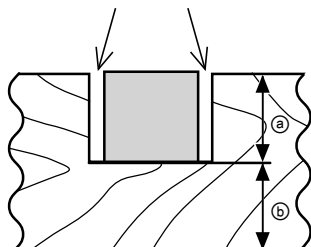

Fig. 47
Las ranuras podrán cortarse en la pieza de trabajo como se indica en la Fig. 47 regulando el perno de ajuste de profundidad de 6 mm.
- (2) Ajuste la profundidad de corte deseada regulando la distancia entre la hoja de sierra y la superficie de la mesa giratoria (consulte ① de la Fig. 47).